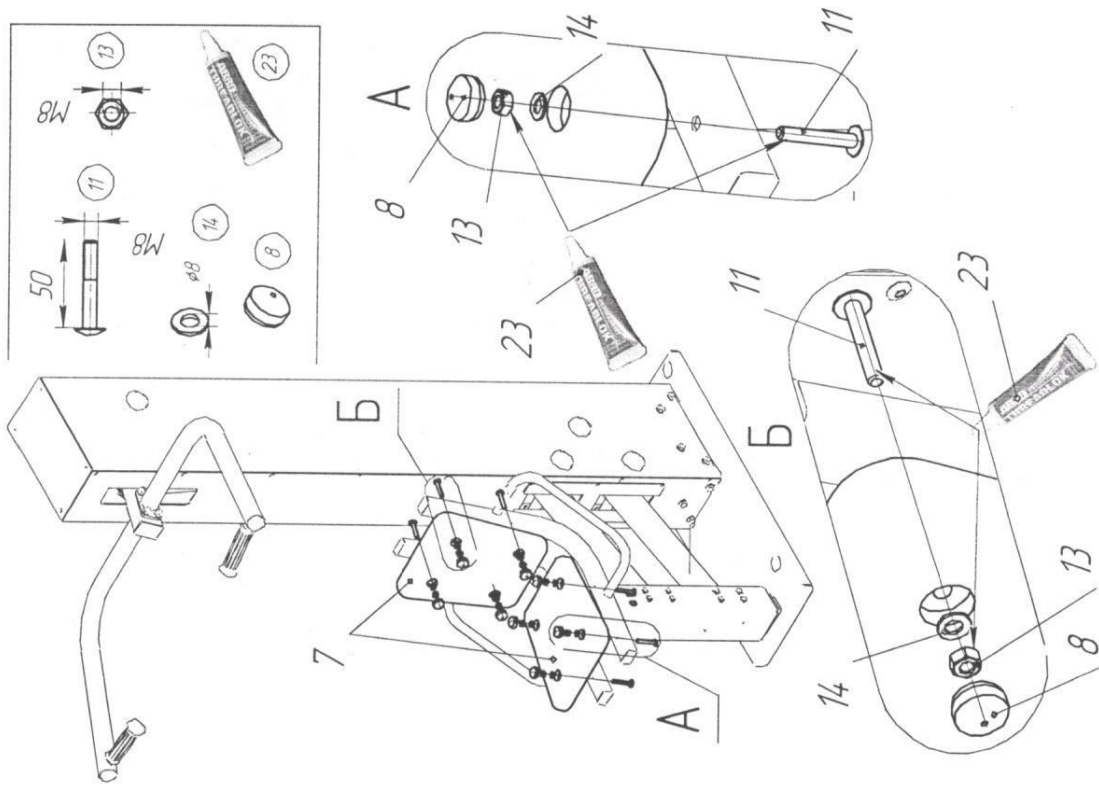

Рис.8
10.3.3.2.3 Установить пластиковые сиденья (рис.8) при помощи болтов поз.11, шайб поз.14 и гаек поз.13. Отверстия закрыть заглушками поз.8. Внимание при установке гаек поз.13 в резьбовое отверстие нанести фиксатор резьбы поз.23.